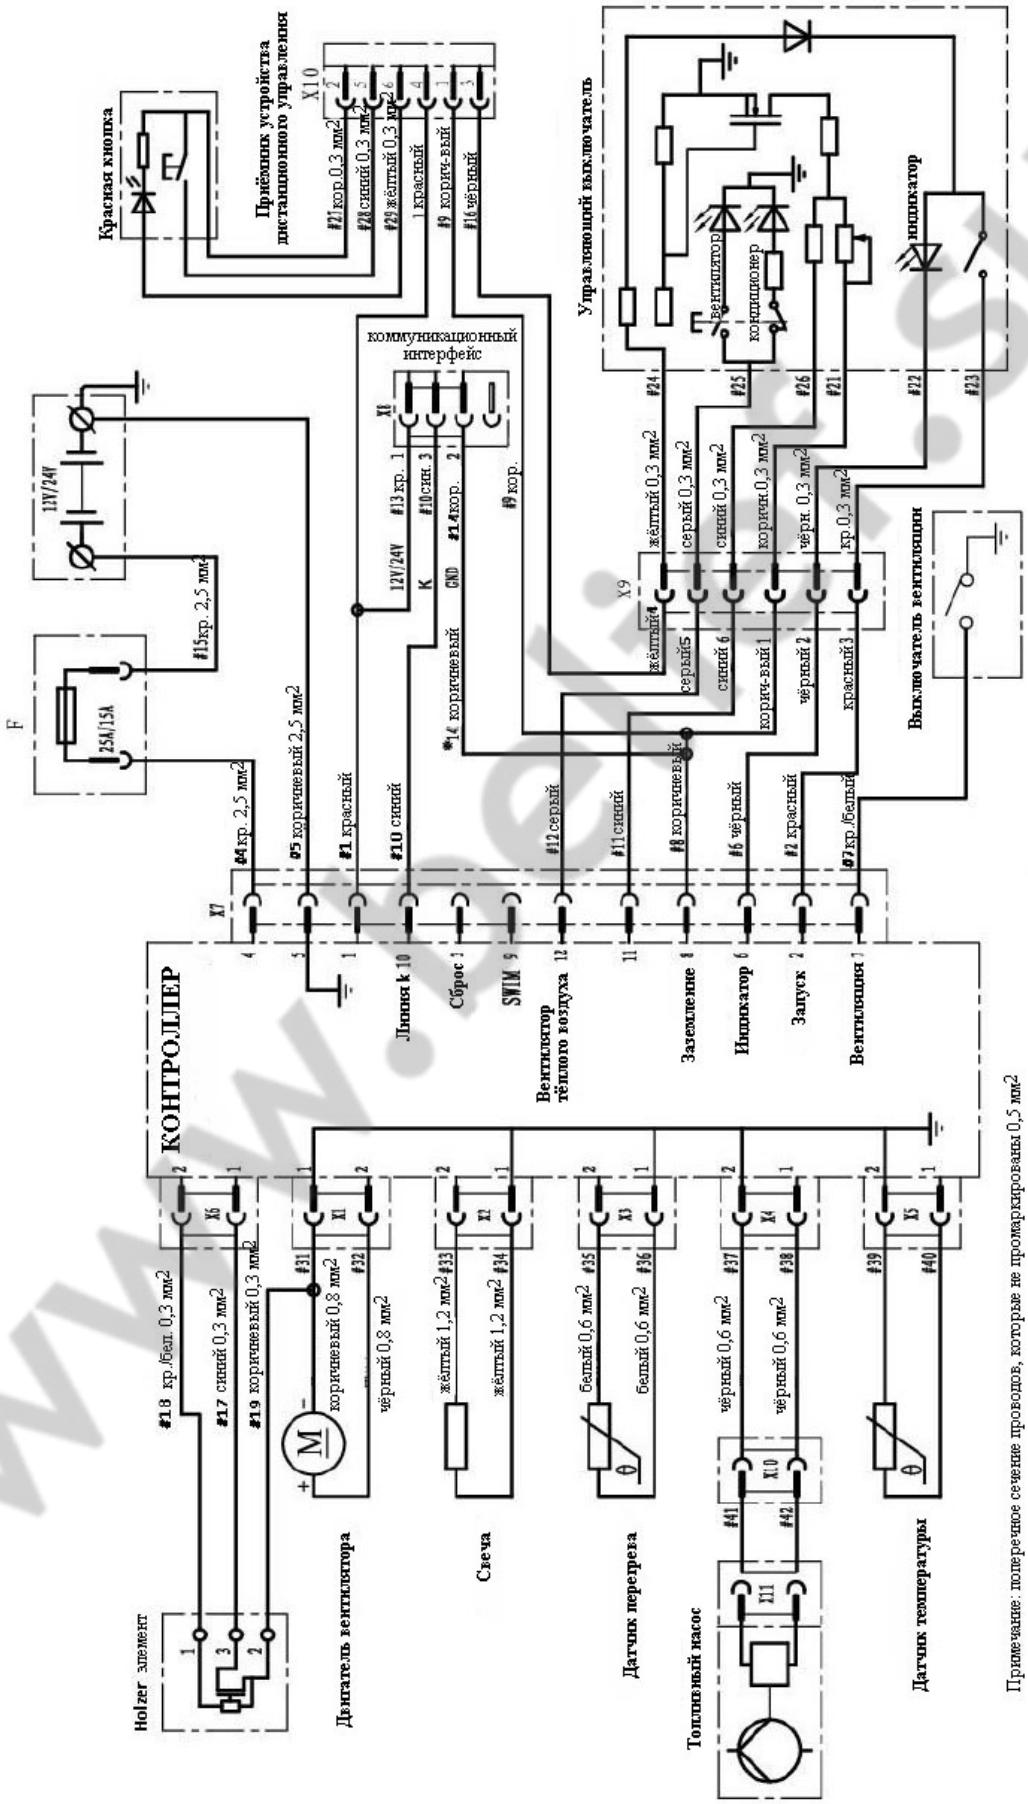

Рис. 17
4.5.1 Электрическая схема печки представлена на Рис. 17. Провода, предназначенные для соединения с внешними цепями, собраны в два жгута. Они могут быть проложены различными путями и закреплены в соответствующих местах. Расстояния между точками фиксации не должно превышать 30 см. Внимание: любые оголённые провода, выходящие за корпус транспортного средства, или жёлоба для проводов должны быть защищены при помощи гофрированной трубы.